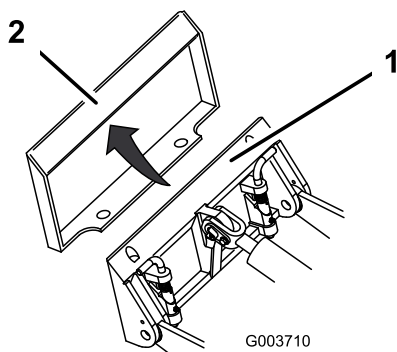

Figura 19
4. Coloque la placa de montaje debajo del reborde superior de la placa receptora del accesorio (Figura 19).